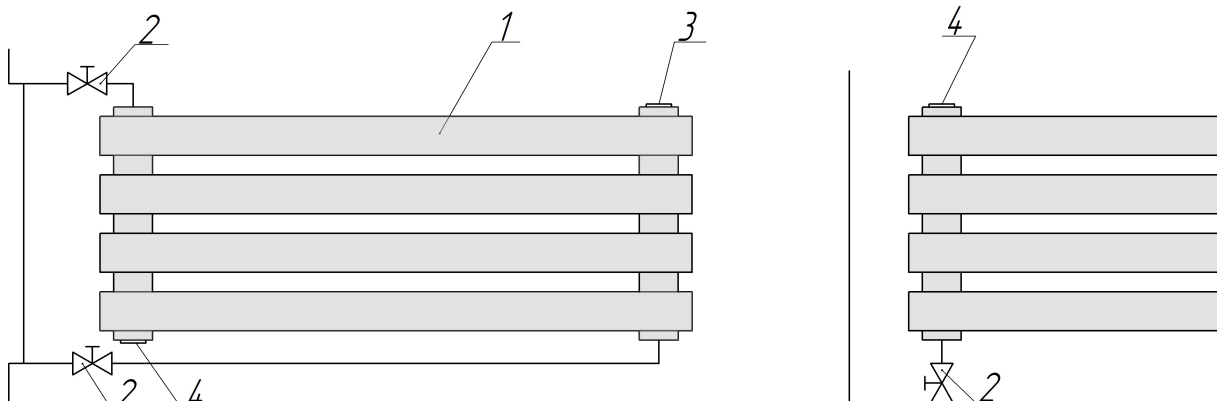

Рис.2 Радиатор. 2. Вентиль (кран). 3. Кран Маевского-воздухоотводчик. 4. Пробка глухая.
5.6. Схема разнесенного подключения радиатора к однотрубной системе приведена на рис. 2.